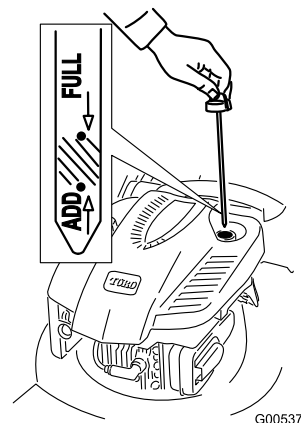

Figura 6
1. Retire la varilla (Figura 6).
2. **Lentamente**, vierta aceite en el tubo de llenado hasta que el nivel llegue a la marca **Full** (lleno) de la varilla (Figura 6). **No llene demasiado.** (Capacidad máxima: 0,59 l, tipo: SAE 30, aceite detergente con clasificación de servicio API SF, SG, SH, SJ, SL o superior.)
1. Retire la varilla, límpiela, y vuelva a colocarla (Figura 6).
2. Retire la varilla y compruebe el nivel de aceite (Figura 6). Si el nivel de aceite está por debajo de la marca **Add** de la varilla, vierta **lentamente** aceite en el tubo de llenado hasta que el nivel llegue a la marca **Full** de la varilla. **No llene demasiado.** (Capacidad máxima: 0,59 l, tipo: SAE 30, aceite detergente con clasificación de servicio API SF, SG, SH, SJ, SL o superior.)